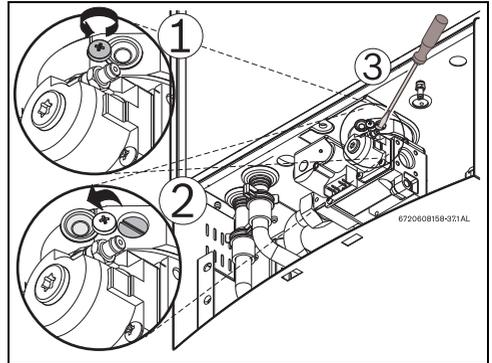

Fig. 48 Ajuste de CO₂ en modo P1
- ▶ Aflojar el tornillo Philips con pintura amarilla de precintado (Fig.48, pos.1) y mover la tapa de protección (Fig.48, pos. 2), de manera a que se haga visible el tornillo de afinación.
- ▶ Colocar la tapa de protección en la posición inicial y apretar el tornillo Philips, Fig. 48.